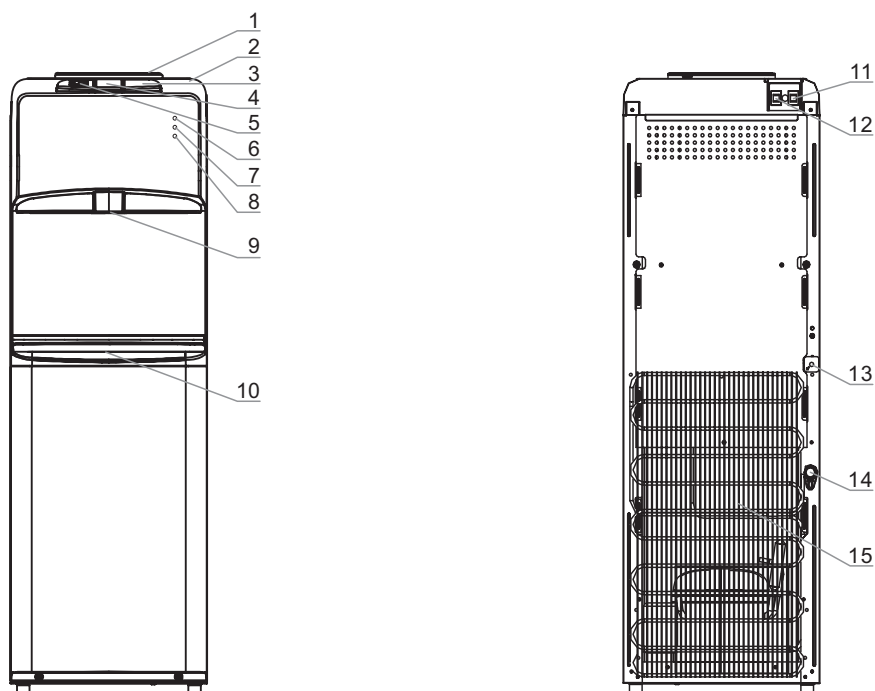

Рис. 1. Схема аппарата V100
Кран подачи воды (рис. 1–9)
Поставьте чашку или другую емкость для воды на лоток каплесборника (рис. 1–10) под кран подачи воды. Чтобы налить горячую воду нажмите и удерживайте клавишу подачи горячей воды (рис. 1–5), сдвинув влево замок. Чтобы налить воду комнатной температуры или холодную воду, нажмите и удерживайте клавиши подачи воды комнатной температуры (рис. 1–4) или холодной воды (рис. 1–3). В силу технических особенностей кранов допустимо подкапывание воды в объеме 5–10 мл, после каждого использования аппарата, капли стекают в лоток каплесборника (рис. 1–10).
Выключатели нагрева и охлаждения (рис. 1–11, 1–12)
Индикатор нагрева воды (рис. 1–7) горит, когда аппарат нагревает воду.
Индикатор охлаждения воды (рис. 1–8) горит, когда аппарат охлаждает воду.
Перед первым использованием рекомендуется слить по 500 мл воды через кран подачи воды. Если кабель электропитания (рис. 1–13) и выключатель нагрева (рис. 1–11) были включены, когда система еще не заполнилась водой полностью, сработает термозащита, которую сможет отключить только специалист сервисного центра.
Когда Вы убедились, что вода из крана подачи воды (рис. 1–9) идет непрерывной струей, установите выключатели нагрева и охлаждения (рис. 1–11, 1–12) в положение **I**.
- 1.** Сразу установите выключатели нагрева и охлаждения (рис. 1–11, 1–12) в положение **О**.
- 4.** Убедившись, что вода из крана подачи воды (рис. 1–9) идет непрерывной струей, установите выключатели нагрева и охлаждения (рис. 1–11, 1–12) в положение **I**.
3. Снимите съёмные детали (рис. 1–1, 1–10) с аппарата и тщательно промойте их с небольшим количеством моющего раствора, предназначенного для мытья посуды. Никогда не мойте съёмные детали аппарата каким-либо иным способом, кроме как вручную.
4. Остатки воды в системе необходимо слить, открыв пробку отверстия для слива воды (рис. 1–14), расположенного на задней стенке аппарата, после чего закрыть отверстие.
6. Промойте аппарат чистой водой: необходимо залить в систему около 4 литров чистой воды, затем слить через кран подачи воды (рис. 1–9) и отверстие для слива (рис. 1–14). При необходимости повторите процедуру.
5. Остатки воды в системе необходимо слить, открыв пробку отверстия для слива воды (рис. 1–14), расположенного на задней стенке аппарата, после чего закрыть отверстие.